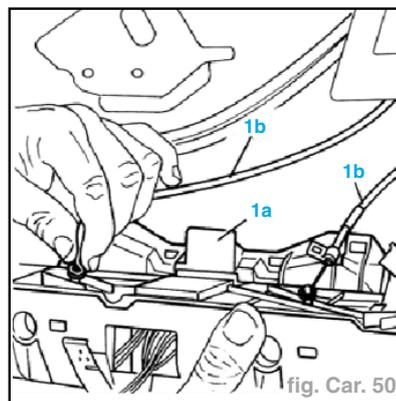

fig. Car. 50
- Déposer le support (fig. Car. 50).